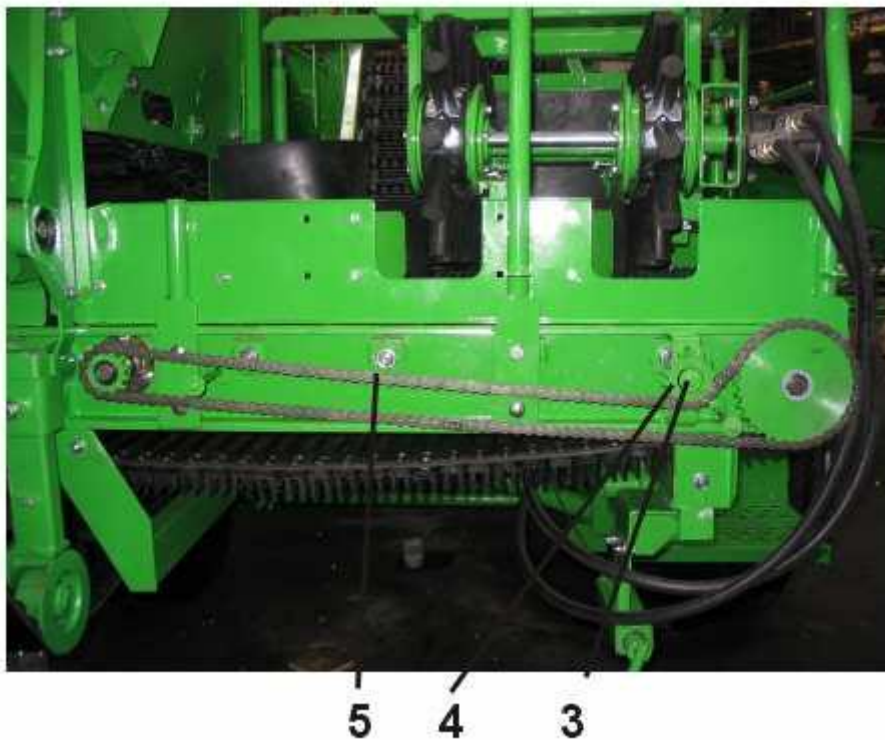

Abb. 40. Einstellung der Kettenspannung des Fingerabstreiferantriebs.
- löse die Muttern (1 Abb. 40 A) und nehme die Abdeckung (2) ab,
- löse Mutter (3 Abb. 40 B) und verschiebe das Spannwerk (4),
- ziehe Mutter (3) an,
- bringe die Abdeckung (2) an,
- ziehe die Muttern (1) an.